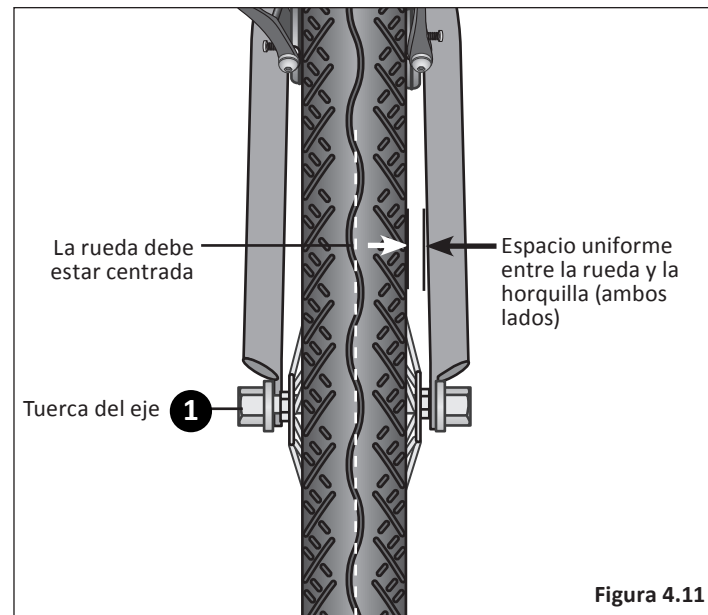

Figura 4.11
- 1 Si ve que el espacio entre la horquilla y la rueda es desigual, afloje las tuercas del eje y ajuste la rueda hasta que esté centrada. **Figura 4.11**